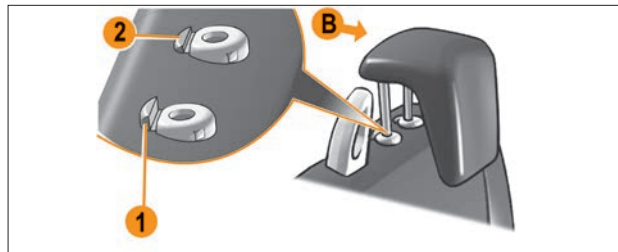

Рис. 2.2.2. Подголовники типа В сиденья второго ряда
- Подголовники типа В (рис. 2.2.2).